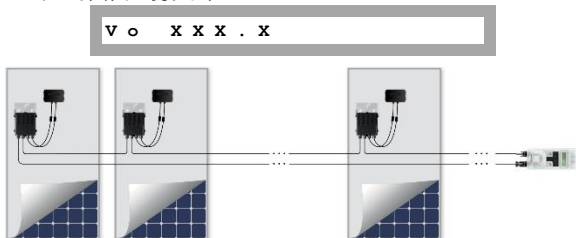

図2: SolarEdgeキーの接続
- 3 パワーオプティマイザのストリングを SolarEdgeキーに接続します (図2参照)。